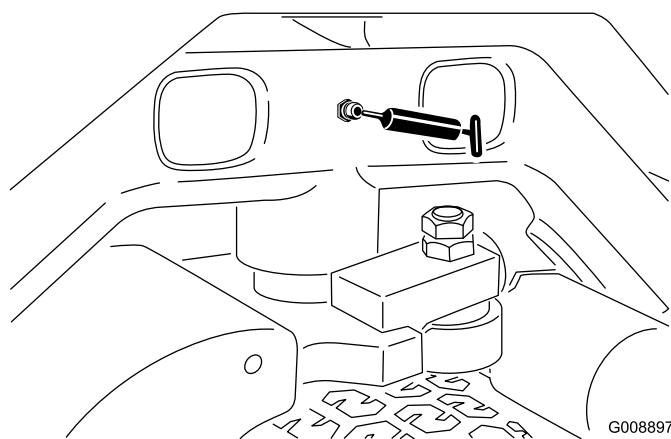

Figura 42
- Articulação da direcção (Figura 42)